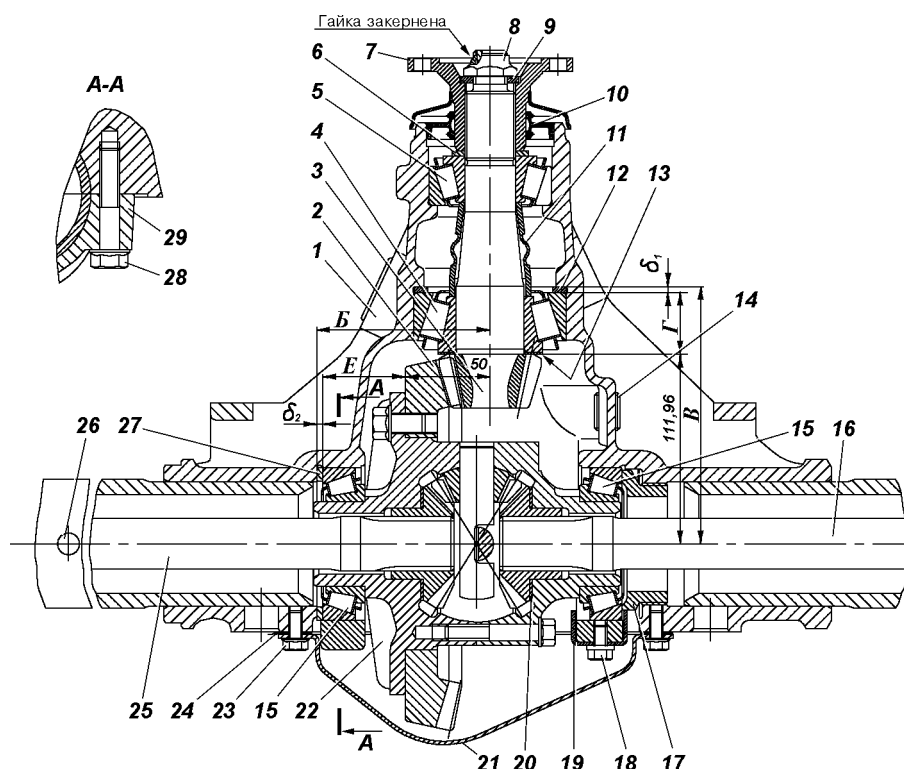
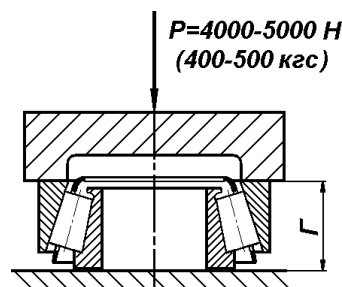
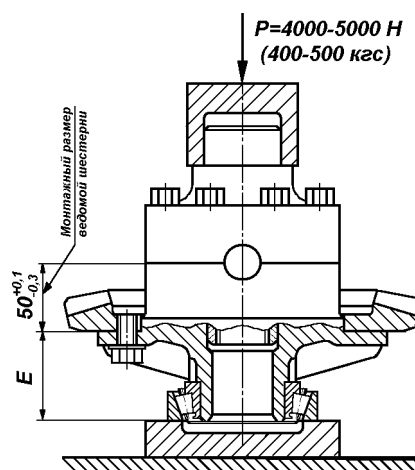

Рис. 9.1. Мост задний:
Рис. 9.8. Замер монтажной высоты подшипника ведущей шестерни главной передачи
Рис. 9.9. Замер установочного размера дифференциала с подшипником
ЗАДНИЙ МОСТ (рис. 9.1)
Для устранения осевого зазора ведущей шестерни необходимо подтянуть гайку 8 (см. рис. 9.1). При этом имейте в виду, что гайка имеет кернение в паз резьбовой части ведущей шестерни и при подтяжке потребуются большее усилие на ключе. Подтяжку гайки производите осторожно до устранения осевого зазора ведущей шестерни, не допуская ее перетяжки, после чего закерните гайку. Если закерненную гайку подтянуть не удастся, то ее следует сначала отпустить на 0,5 - 1,0 оборота, а затем затянуть до устранения осевого зазора и закернить.
2. Отверните болты крепления полуосей и с их же помощью снимите полуоси 16 и 25 (см. рис. 9.1).
Фланец ведущей шестерни. Торец фланца, сопряженный с кольцом 6 (см. рис. 9.1), должен быть гладким. При необходимости шлифуйте его до размера по высоте не менее 53 мм.
1. Подберите регулировочное кольцо 12 (см. рис. 9.1), толщина которого определяется по действительным размерам В и Г, и должна быть равна $\delta_1 = (B - (111,960 + \Gamma))$ мм с точностью $\pm 0,025$ мм. (Размер Г измеряется так, как показано на рис. 9.8.) Установите его в картер 1 (см. рис. 9.1) главной передачи.
При установке новой ведомой шестерни 2 и нового подшипника 15, установленного со стороны ведомой шестерни и упирающегося в регулировочное кольцо 27, измерьте размер Е (рис. 9.9), приложив осевое усилие $P = 4000 - 5000 \text{ Н}$ ($400 - 500 \text{ кгс}$) и прикатав подшипник, чтобы ролики заняли правильное положение. В картере измерьте размер В (см. рис. 9.1) от оси ведущей шестерни до упорного торца подшипника дифференциала. По действительным размерам В, Е и монтажного размера 50 мм ведомой шестерни подберите кольцо толщиной $\delta_2 = (B - (E + 50 \pm x))$ мм с точностью $\pm 0,025$ мм, где x - величина фактического отклонения от монтажного размера 50 мм с соответствующим знаком (плюс или минус), которая нанесена электрографом на торце ведомой шестерни.
Если требуется заменить только подшипник дифференциала, установленного со стороны ведомой шестерни, то следует измерить монтажную высоту подшипника, как указано на рис. 9.8. Если измеренная высота нового подшипника больше или меньше высоты старого подшипника на какую-то величину, то, чтобы не нарушать положение ведомой шестерни, новое регулировочное кольцо 27 (см. рис. 9.1) должно быть